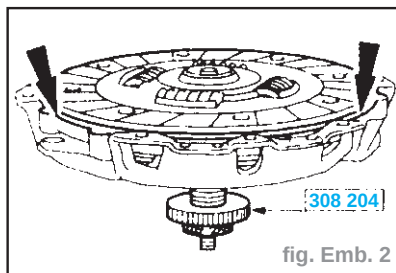

fig. Emb. 2
- Centre le disque d'embrayage sur le plateau de pression d'embrayage (fig. Emb. 2).